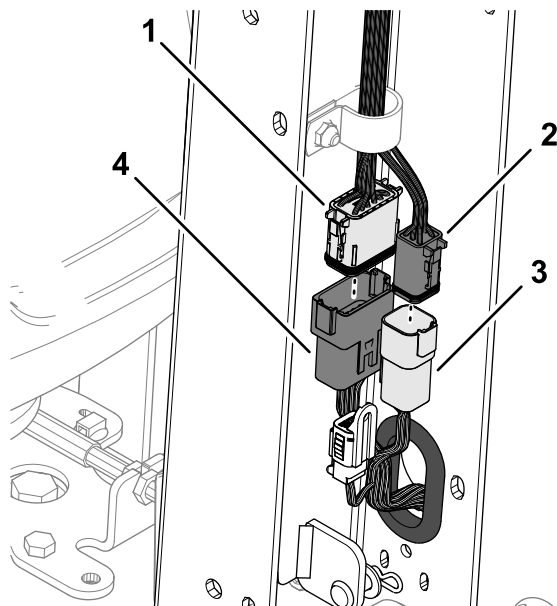

図 9
2. マシンのハーネスの 12 ピンコネクタを、ハンドルバーのワイヤハーネスの 12 ソケットコネクタに接続する 図 9。